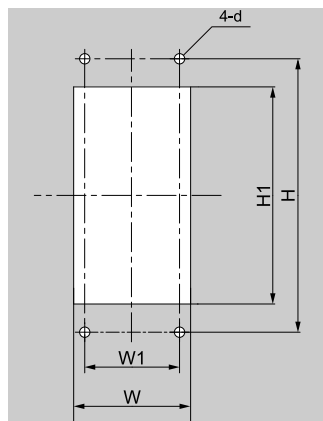

Abbildung 2.15 Ausschnittsmaße für Anbringung am Schaltschrank
- Verwenden Sie die Ausschnittsmaße von Abbildung 2.15 und Tabelle 2.10, um eine Öffnung für das Bedienteil zu schneiden.